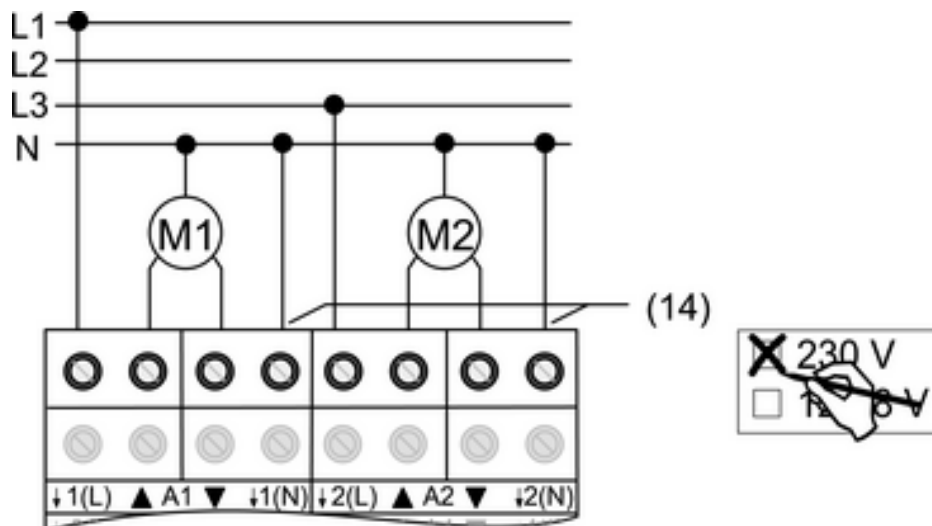

Рисунок 7
- Подключить двигатель (рисунок 7).
- К клеммам нулевых проводов (14) подключить нулевые провода соответствующего двигателя (рисунок 7). Обратите внимание на проводку с защитой от тока утечки.
- Указать применение **230 V** на этикетке (рисунок 7).